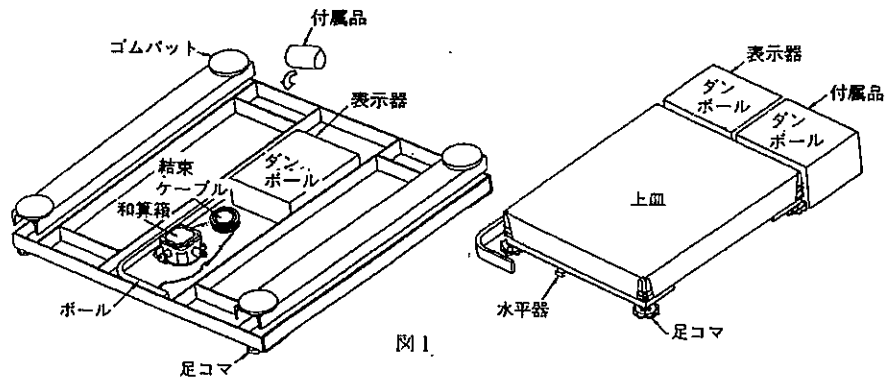

図1
- ① 図1の状態まで開梱します。(上皿も取り外します。)
- ① 組立—1 の場合同様開梱し、表示器を起こします。(図1,2)
- ② ケースロックネジを取りはずします。(このネジは輸送時のロックです。組立後は取り付けません。)
- ③ 図の様に2ヵ所のツメを押さえケースを開いてください。
- ④ ロックネジをはずし、ケーブル押え金具を取ります。ロードセルケーブルをロードセルコネクタから抜いてください。
- ⑤ ポール両側の丸キャップ部を[A]図の様に押し込みながら角度を適度に変え、ロードセルケーブルをポールから抜いてください。
- ⑥ 表示器の底部に付属の底ブタをM4トラスネジ4本 付属品で取り付けます。
- ⑦ 再び表示部のケースを開きます。
- ⑧ 図示部分のゴムキャップを取りはずしロードセルケーブルのコネクタ部分を通してください。
- ⑨ ⑧とは逆にロードセルケーブルをロードセルコネクタに差し込みケーブル押え金具で固定します。(コネクタの向きに注意してください。)
- ⑩ ケース内部のロードセルケーブルを図の様にクランプし、⑨でははずしたゴムキャップをはめてください。
- ⑪ 電池(単2乾電池)6本を向きを間違えないように入れケースを閉じてください。